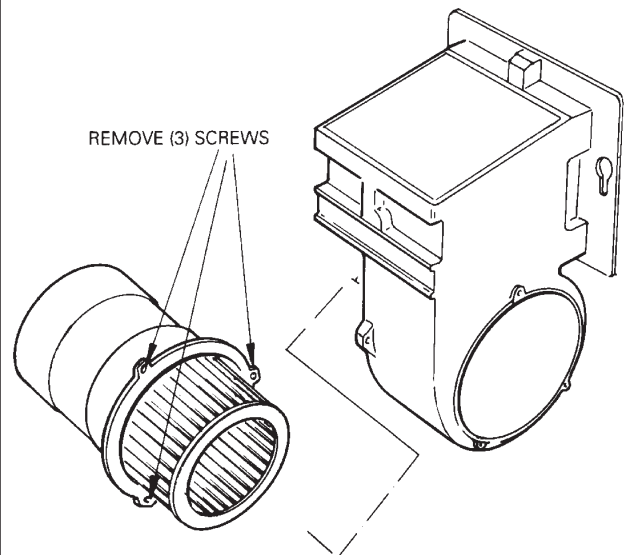

FIG. 22
- 2A. **COOKER BURNER ONLY (SEE FIG. 22)**
- 2B. **BOILER BURNER - 880 ONLY (SEE FIG. 22)**